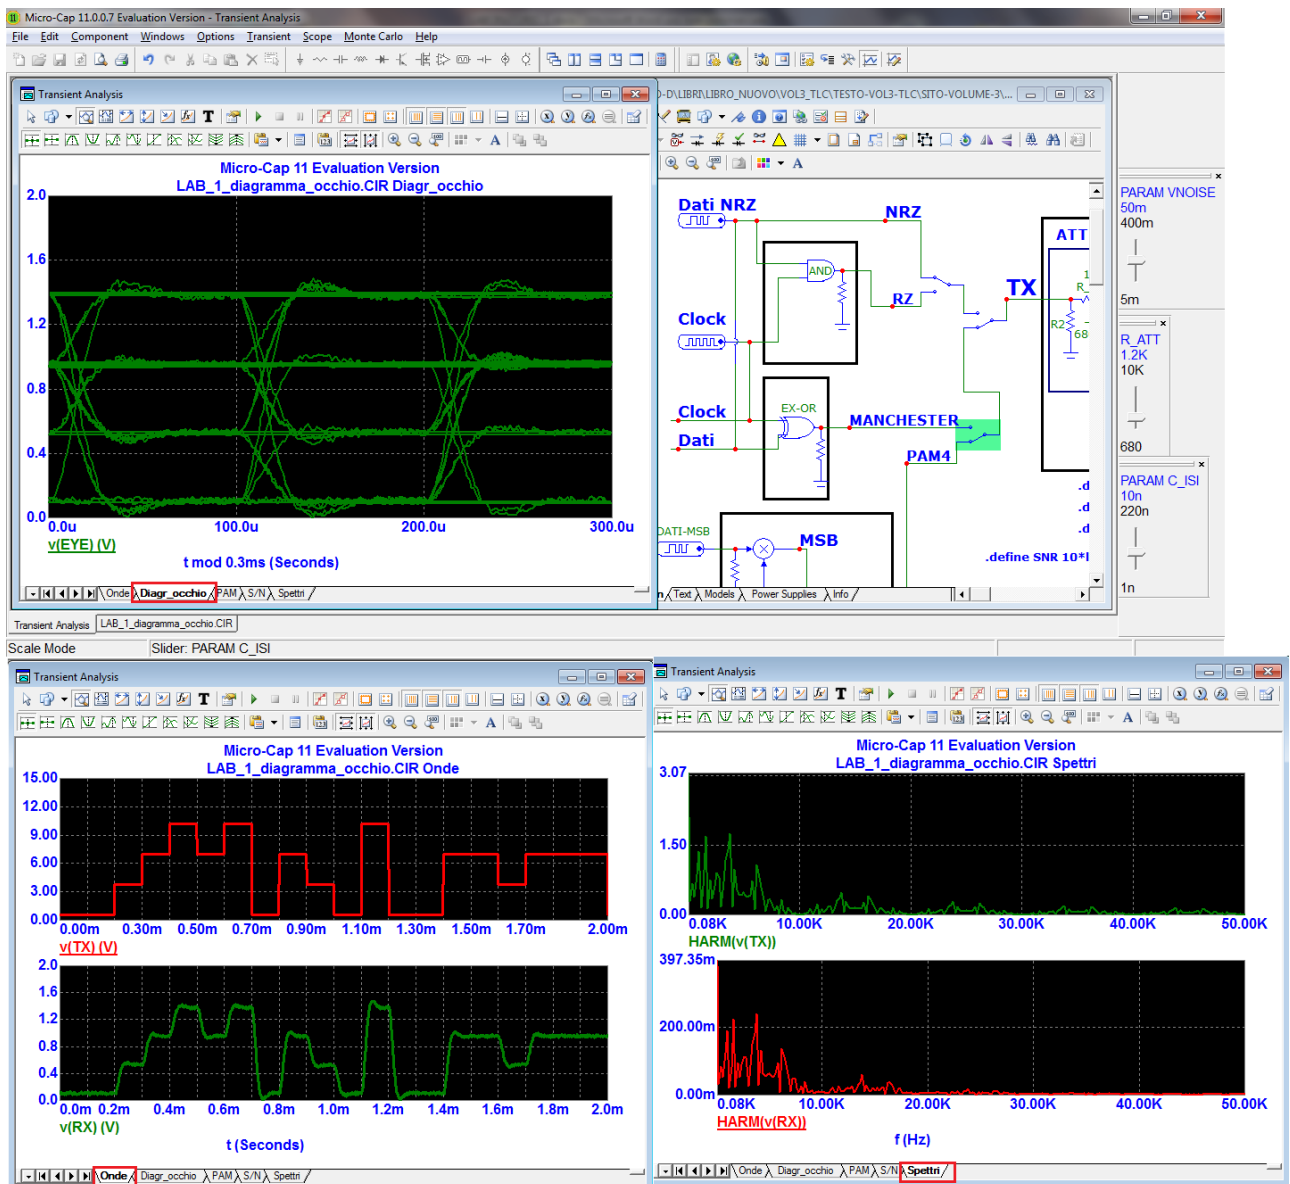

FIGURA 9 Esempio di analisi con codice PAM4: diagramma a occhio, forme d'onda, spettri.
- si traccia il diagramma a occhio per il segnale RX con codifica PAM-4; si evidenziano così i 4 livelli che può assumere il segnale codificato che danno origine a un diagramma con 3 "occhi" (FIGURA 9)